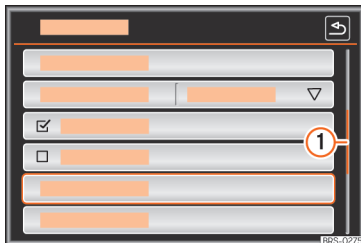

Fig. 180 Entradas de una lista de un menú de ajustes.
La barra de desplazamiento se muestra a la derecha y su tamaño depende de las entradas de la lista ► **fig. 180 ①**.